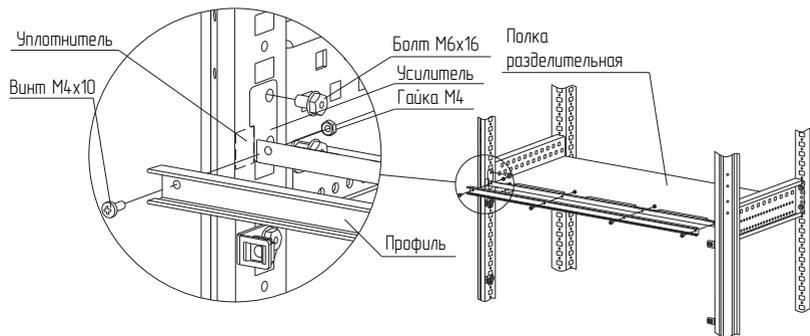

Рисунок 47
4.25.3 Установить усилитель между стойками каркаса (рисунок 47). При установке совместно с полкой разделительной, усилитель должен надеться на переднюю часть полки. Наклеить уплотнитель и прикрепить профиль к усилителю винтами М4×10 и гайками М4. Моментом затяжки – 1,5 Н·м.